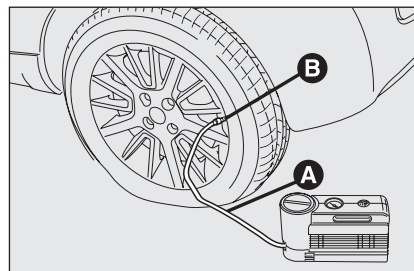

fig. 9
- Serrer le frein à main.** Dévisser le capuchon de la valve des pneus, extraire le tube flexible de remplissage **A-fig. 9** et visser la bague **B** sur la valve du pneu;